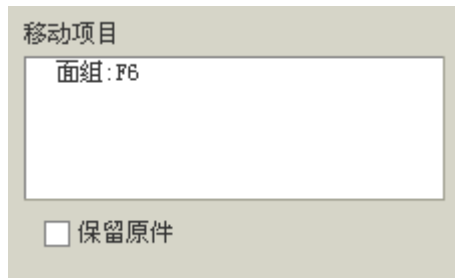

图 3-195
- I 参照: 单击该按钮, 显示如图 3-195 所示的面板。在《移动项目》栏中显示要移动的曲面名称, 若选中“保留原件”选项, 则在进行曲面移动后原来位置仍保留原来曲面, 即实现曲面的移动复制。